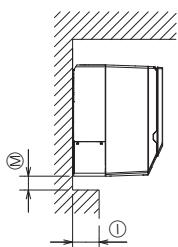

Fig. 2-2
① Salida de aire: No coloque ningún obstáculo en 1500 mm, 59-1/16 pulg. de la salida del aire.
② Superficie del suelo
③ Mobiliario
④ Cuando la dimensión de proyección de una guía de cortina o similar con respecto a la pared supera los 60 mm, 2-23/64 pulg., debe tomarse una distancia adicional, ya que la corriente de aire del ventilador puede crear un ciclo corto.
⑤ 1800 mm, 70-55/64 pulg. o más desde la superficie del suelo (para montaje en ubicaciones altas)
⑥ 75 mm, 2-61/64 pulgadas, como mínimo con la tubería izquierda, posterior izquierda o inferior izquierda, e instalación opcional de bomba de drenaje. (Utilice el gancho situado en la parte inferior de la placa de montaje cuando las dimensiones sean como mínimo de 55 mm, 2-11/64 pulg. y como máximo de 75 mm, 2-61/64 pulg. (menos de 55 mm, 2-11/64 pulg.: incorrecto). Consulte el apartado 3.5. para obtener más información).
⑦ 350 mm, 13-25/32 pulg. o más con la instalación de la bomba opcional de drenaje
⑧ Consulte la Fig. 2-2